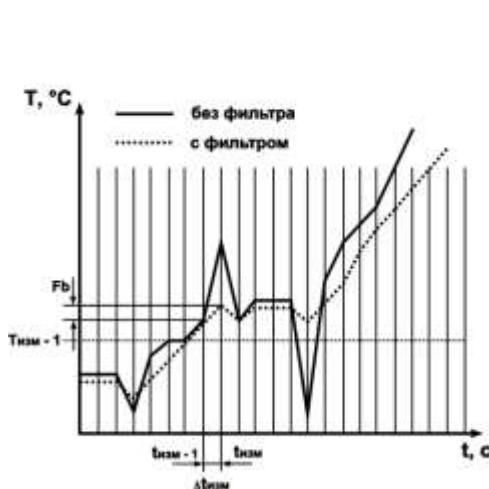

Рисунок 3.5
3.2.4.1 Полоса цифрового фильтра позволяет защитить измерительный тракт от единичных помех и задается в градусах Цельсия (°C). Если измеренное значение Тизм отличается от предыдущего Тизм-1 на величину, большую, чем значение параметра F_б, то прибор присваивает ему значение, равное (Тизм + F_б) (рисунок 3.5). Таким образом, характеристика сглаживается.